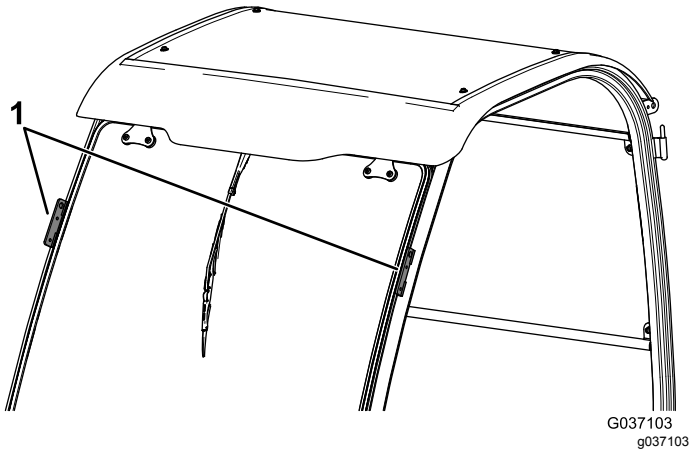

Figura 11
4. Eleve a estrutura da cabina utilizando os pontos de elevação e coloque-a na máquina (Figura 11).